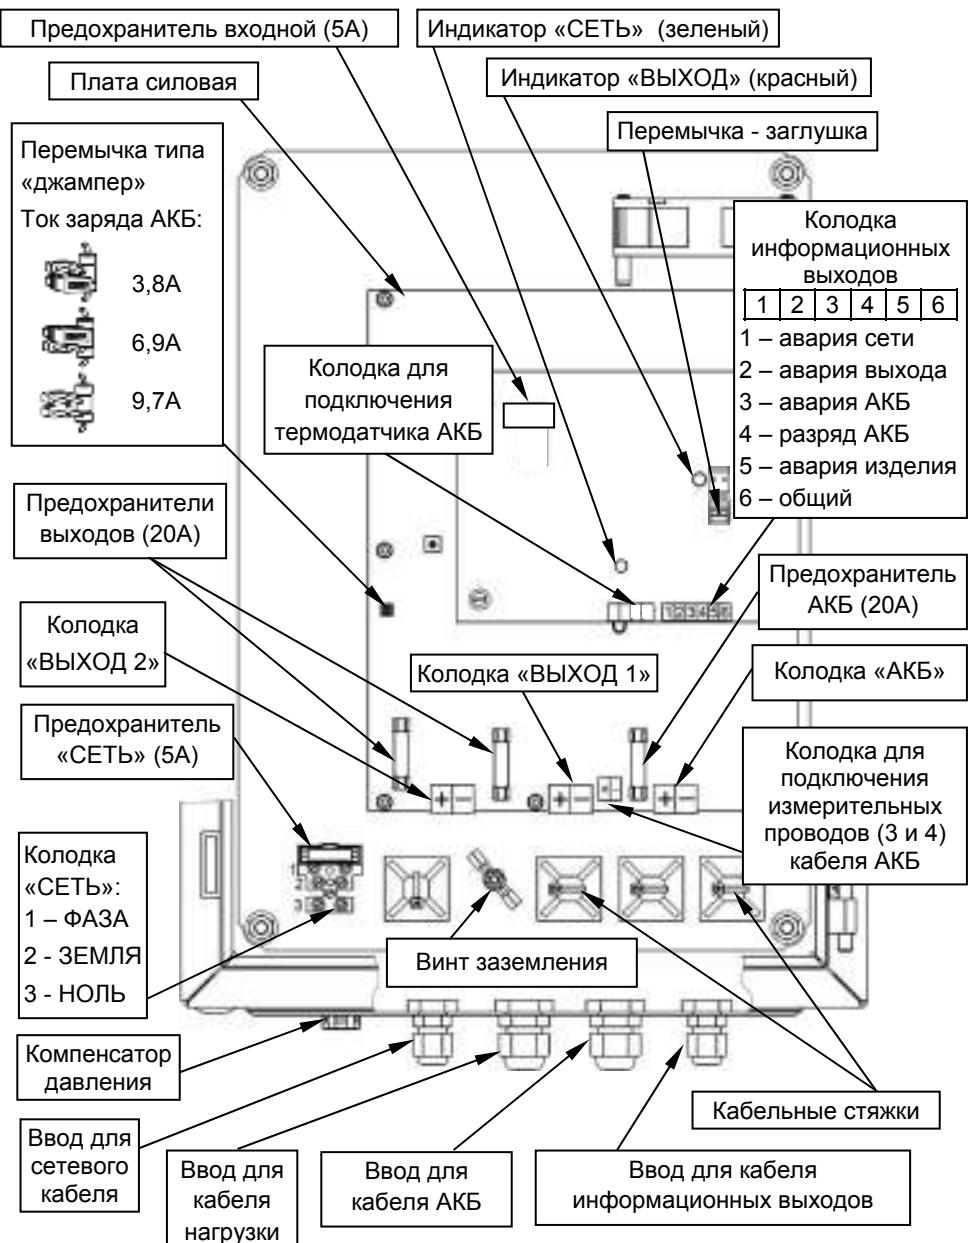

Рисунок 2 - вид изделия с открытой дверцей
Подвод проводов сетевого питания, выходной нагрузки и АКБ осуществляется через герметичные кабельные вводы, установленные на нижней стенке корпуса (см. рисунок 2). При открытой дверце осуществляется доступ к печатным платам изделия и расположенными на них предохранителям, перемычкам, клеммным колодкам и индикаторам «СЕТЬ» (зеленого цвета) и «ВЫХОД» (красного цвета).
Изделие обеспечивает ограничение тока заряда АКБ. Выбор одного из трех значений ограничения тока заряда АКБ осуществляется установкой/удалением соответствующей перемычки типа «джампер» (см. рисунок 2) в соответствии с рекомендациями таблицы 2.
Схемой источника предусмотрен разъем, контакты которого замкнуты предустановленной перемычкой-заглушкой (заводская установка). Разъем расположен на плате управления (см. рисунок 2) и предназначен для подключения внешнего управляющего контакта «ВЫХОД» (например: контакт внешнего реле, кнопки или тумблера).
Подключение внешних цепей к изделию в соответствии с назначением клемм подключения (см рисунок 2) следует выполнять в следующей последовательности:
- провод заземления подключить к клемме 2 (ЗЕМЛЯ) на колодке «СЕТЬ» (см. рисунок 2).
- установить перемычками требуемое значение ограничения тока заряда АКБ (см. рисунок 2 и таблицу 2);